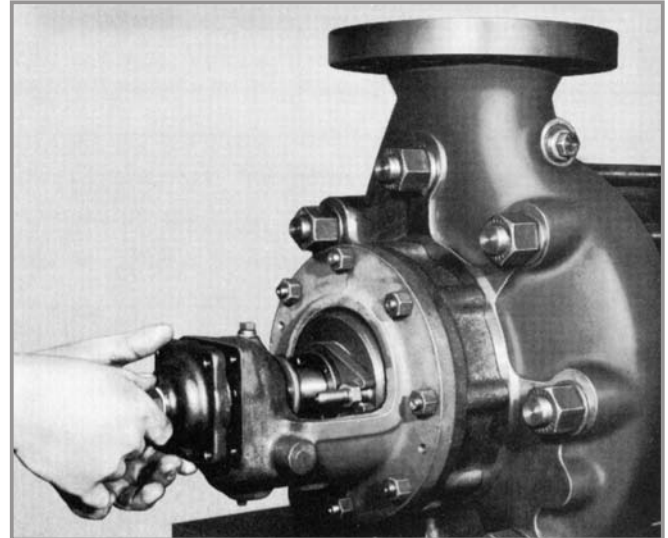

Fig. 30 - Extração da tampa do mancal
- 02. Soltar os parafusos (901.1) e extrair a tampa do mancal (360.2) (vide Fig. 30).